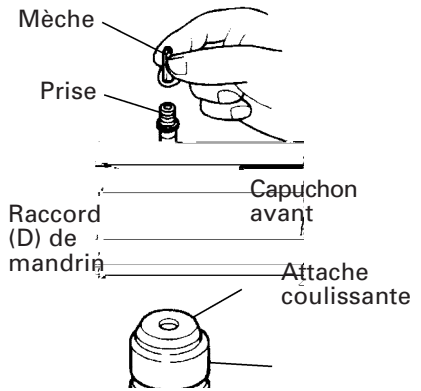

Fig. 15
4. Lors du vissage des vis machine (Fig. 15)
- Ne pas tenter d'utiliser le marteau perforateur en mode de rotation et frappe avec l'adaptateur de mandrin (D) et le foret fixés.
5. Enfoncement de vis à bois (Fig. 15)